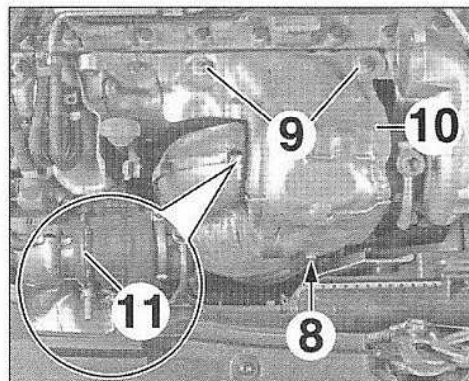

FIG.128
- Déposer (Fig.128) :
- la vis (8)
- les écrous (9),
- l'écran thermique (10).
- Desserrer le collier (11).